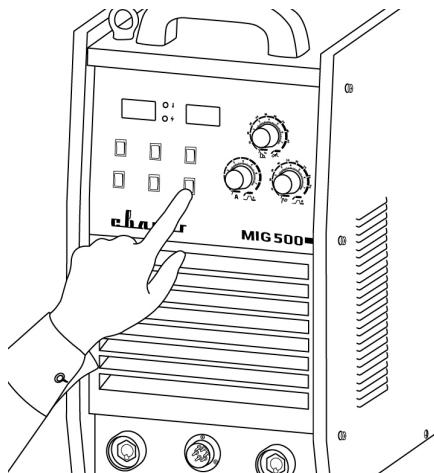

Рис. 8.22. Выбор диаметра сварочной проволоки
6. Выберите диаметр сварочной проволоки (См. рис. 8.22). Диаметр выбирается в зависимости от толщины свариваемого металла.